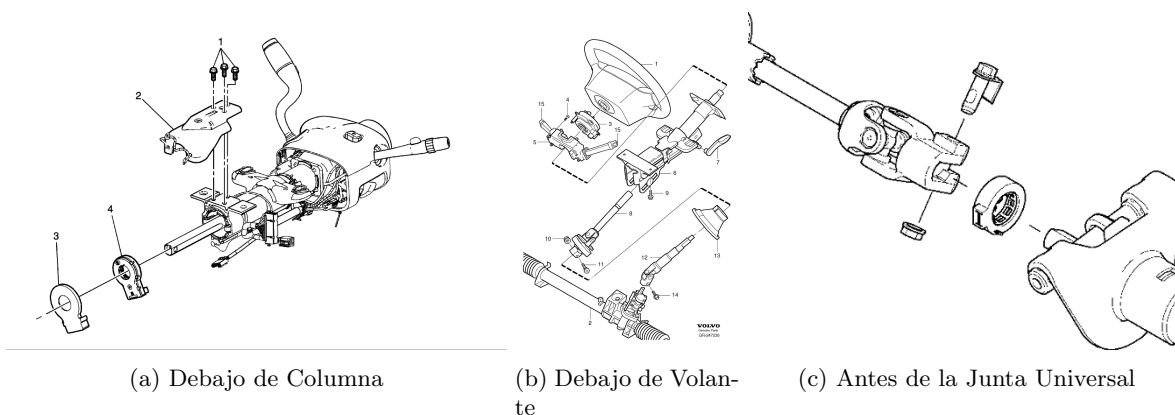

Figura 2: Posicionamiento Sensores Comerciales
- El sensor debe ser capaz de ser colocado en el eje del volante, ya sea al principio o al final. Los lugares comunes donde se coloca éste tipo de sensores es debajo del volante, antes de la columna, después de la columna, antes de la junta universal o bien antes del piñón en el sistema de piñón y cremallera de la dirección (Al final de todo). Ver figura 2.